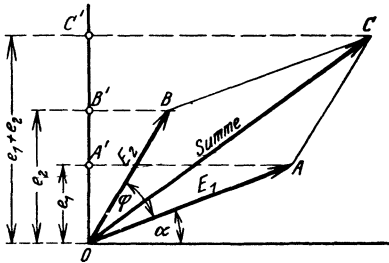

Abb. 116.
Werden elektromotorische Kräfte hintereinandergeschaltet, so addieren sie sich, wobei aber zu beachten ist, daß bei Wechselströmen die, die Maximalwerte darstellenden Vektoren, Winkel miteinander einschließen können, d. h. daß die elektromotorischen Kräfte ihre Maximalwerte zu verschiedenen Zeiten erreichen. In Abb. 116 sind zwei elektromotorische Kräfte  $\overline{OA} = E_1$  und  $\overline{OB} = E_2$  dargestellt für den Zeitpunkt der aus der Gleichung  $\alpha = \omega t$  folgt. Sie bilden den festen  $\sphericalangle AOB = \varphi$  miteinander. Ist  $\alpha + \varphi = 90^\circ$ , so ist der Zeitwert der EMK  $e_2$  ein Maximum, nämlich  $E_2$ , während die EMK  $\overline{OA} = E_1$  den Maximalwert  $E_1$  erst erreicht, wenn  $\alpha = 90^\circ$  geworden
ist. Werden nun zwei solche elektromotorischen Kräfte hintereinandergeschaltet, so addieren sich in jedem Augenblick ihre Zeitwerte  $e_1$  und  $e_2$ , und zwar arithmetisch, d. h. ihre (nicht meßbare) Summe ist (Abb. 116)
Soll nun der Zeitwert  $\overline{OC'}$  die Projektion eines Maximalwertes sein, der die Summe der Maximalwerte darstellt, so zeigt die Abb. 116, daß dies die Projektion der Diagonale  $\overline{OC}$  des  $\parallel OACB$  ist.
**Gesetz 22:** Die Summe der Maximalwerte zweier elektromotorischer Kräfte, die einen Winkel  $\varphi$  miteinander bilden, ist die durch den Winkel gehende Diagonale des Parallelogrammes, das aus den beiden elektromotorischen Kräften gebildet wird (Abb. 116).